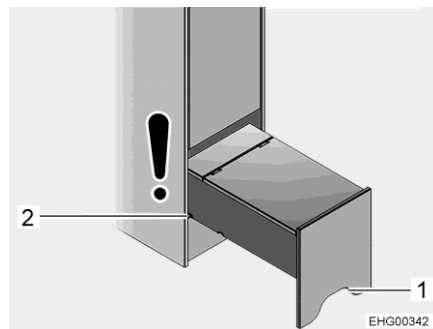

Fig. 95 Aide à la montée (entièrement sortie)
- Saisir l'aide à la montée par l'évidement (Fig. 95,1), soulever légèrement et ouvrir jusqu'à la seconde rainure (Fig. 95,2).